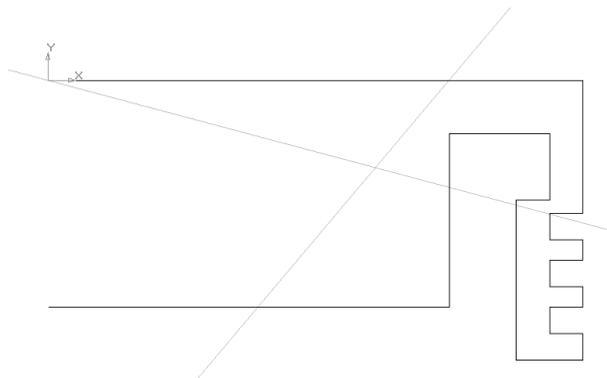

Рис. 3.49
3. Ввод вспомогательных прямых. Нажмите кнопку  **Ввод вспомогательной прямой** и с помощью левой кнопки мыши установите ее в центр координат. В окне **Угол** на **Панели свойств** установите -15 и нажмите **Enter**. На **Панели свойств** установите координаты точки второй вспомогательной прямой $(60, 0)$, нажмите **Enter** и в поле **Угол** введите 50 и вновь нажмите **Enter** (рис. 3.49).